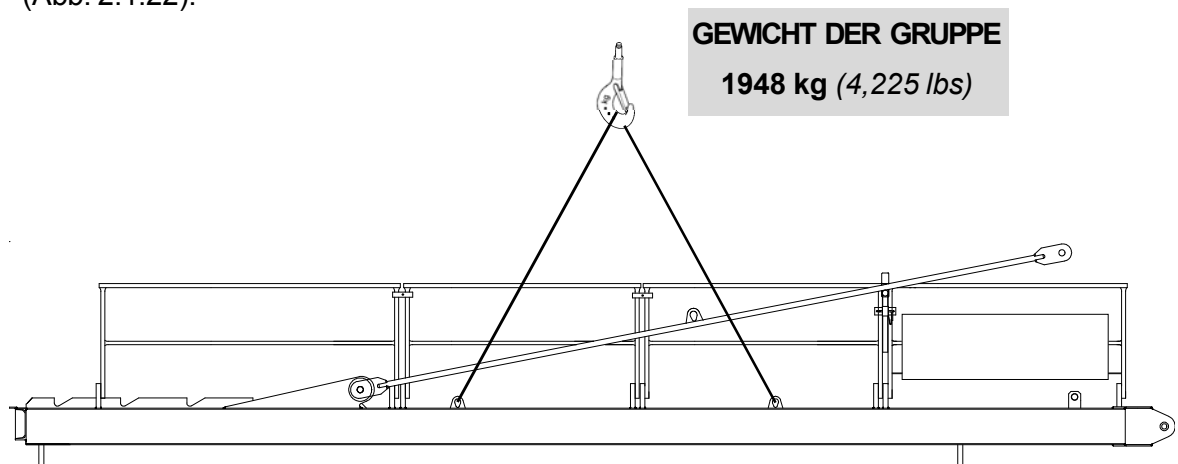

Abb. 2.1.22
- 4) Den Gegenausleger in den entsprechenden Ringschrauben anschlagen und vom Boden anheben (Abb. 2.1.22).